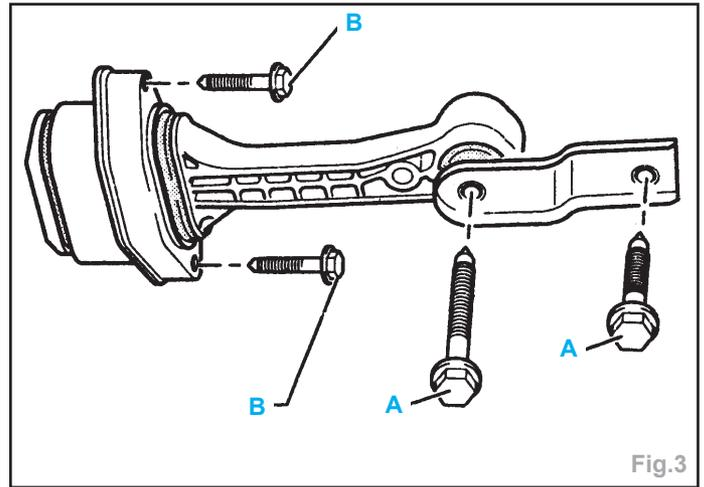

Fig.3
- Fixation pendulaire (Fig.3) :